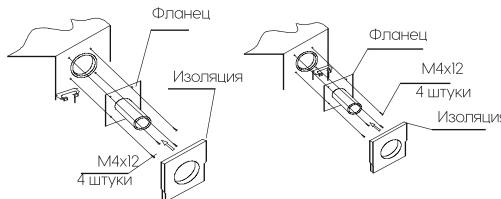

Рис.20
- Закрепите фланец и заизолируйте его (Рис. 20).